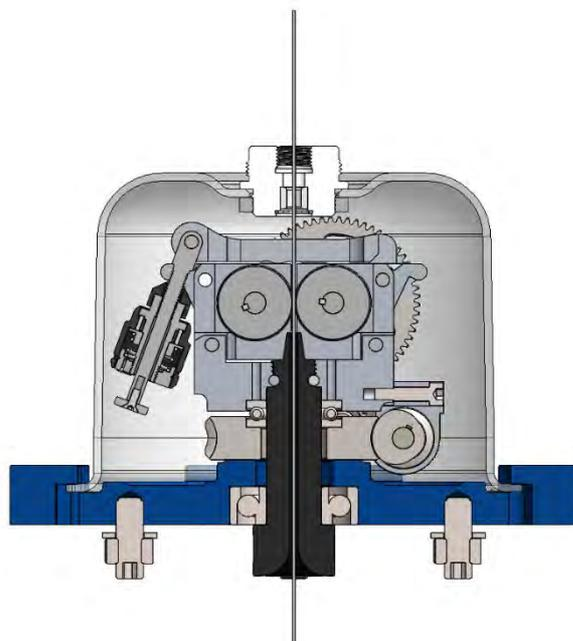

Figura 21
7. Posizionare la copertura come descritto nel paragrafo precedente, facendo attenzione a posizionare il filo nell'apposita apertura della cupola. Figura 21;